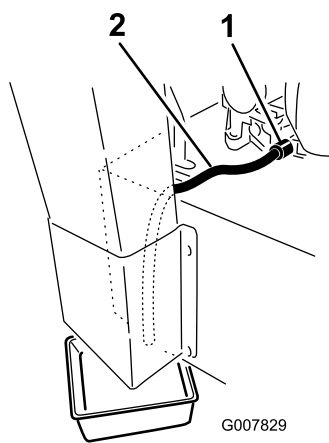

Figura 36
5. Coloque un recipiente debajo del tubo de vaciado. Gire la válvula de vaciado para que se drene el aceite (Figura 36).